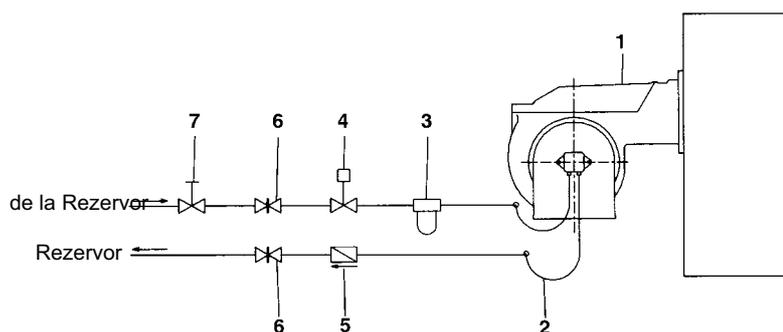

Fig. 13 - Instalatie cu doua conducte
**NOTA:** La instalatiile de genul cu circuit de alimentare gravitationala sau inelar, instalati dispozitiv de inchidere automat (poz.4-Fig.13).